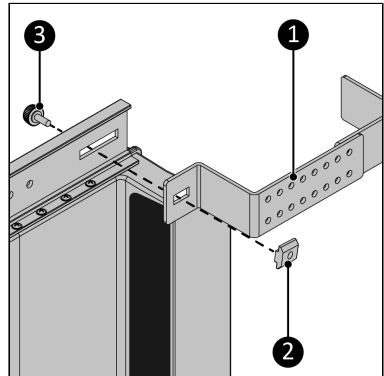

Abbildung 132.
7. Schrauben Sie die Halterung (Abbildung 132, Pos. 1) mit der Knopfschraube (Abbildung 132, Pos. 3) an der Hauptschiene in der vorderen Position fest. Stellen Sie sicher, dass Sie die Knopfschraube mit der Gleitmutter verbinden (Abbildung 132, Pos. 2).